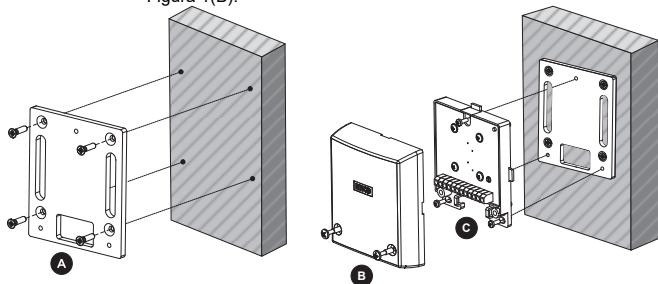

Figura 2: Installazione del microfono selettivo utilizzando la piastra di fissaggio.
- Per ottenere la migliore rilevazione di vibrazione possibile, le superfici di installazione devono essere lisce. Utilizzare la piastra di montaggio (vedere la Figura 2) quando si effettua l'installazione su di una superficie di mattoni, calcestruzzo o su di una superficie metallica resistente al trapano. La piastra di fissaggio può anche essere saldata sulle superfici metalliche.
Installazione utilizzando la piastra di fissaggio (Figura 2):
- v. Fissare il rivelatore utilizzando le viti fornite, vedere la Figura 2(C).
- iv. Fissare il rivelatore utilizzando le viti fornite, vedere la Figura 2(C).